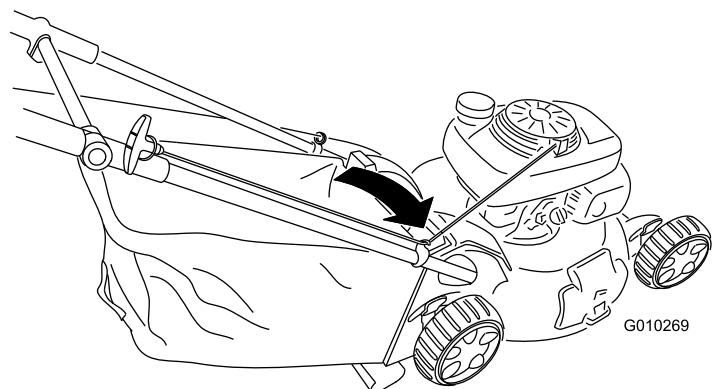

Bild 30
1. Verlegen Sie das Starterkabel um die untere Kabelführung (Bild 30).